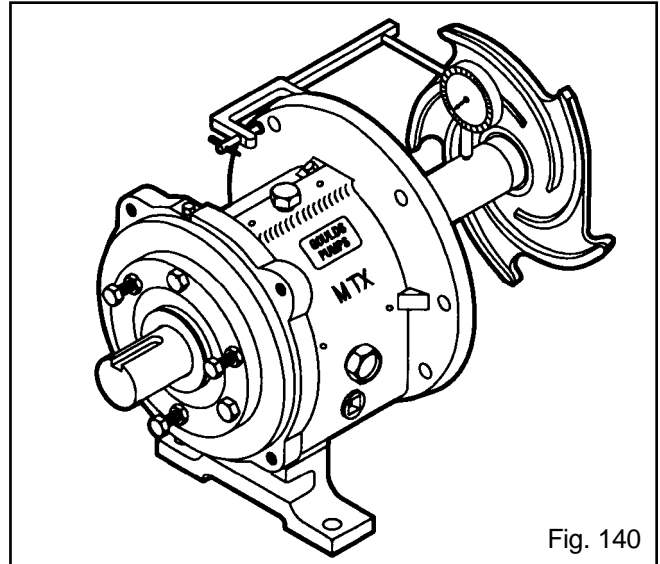

Fig. 140
3. Verifique el descentramiento del eje/camisa. Instale la camisa del eje (126), en caso de usarse, y atornille el impulsor apretándolo con los dedos. Gire el eje 360 grados. Si la lectura total del indicador es superior a 0.02 pulg., desarme y determine la causa. Retire el impulsor y la camisa del eje (Fig. 140).